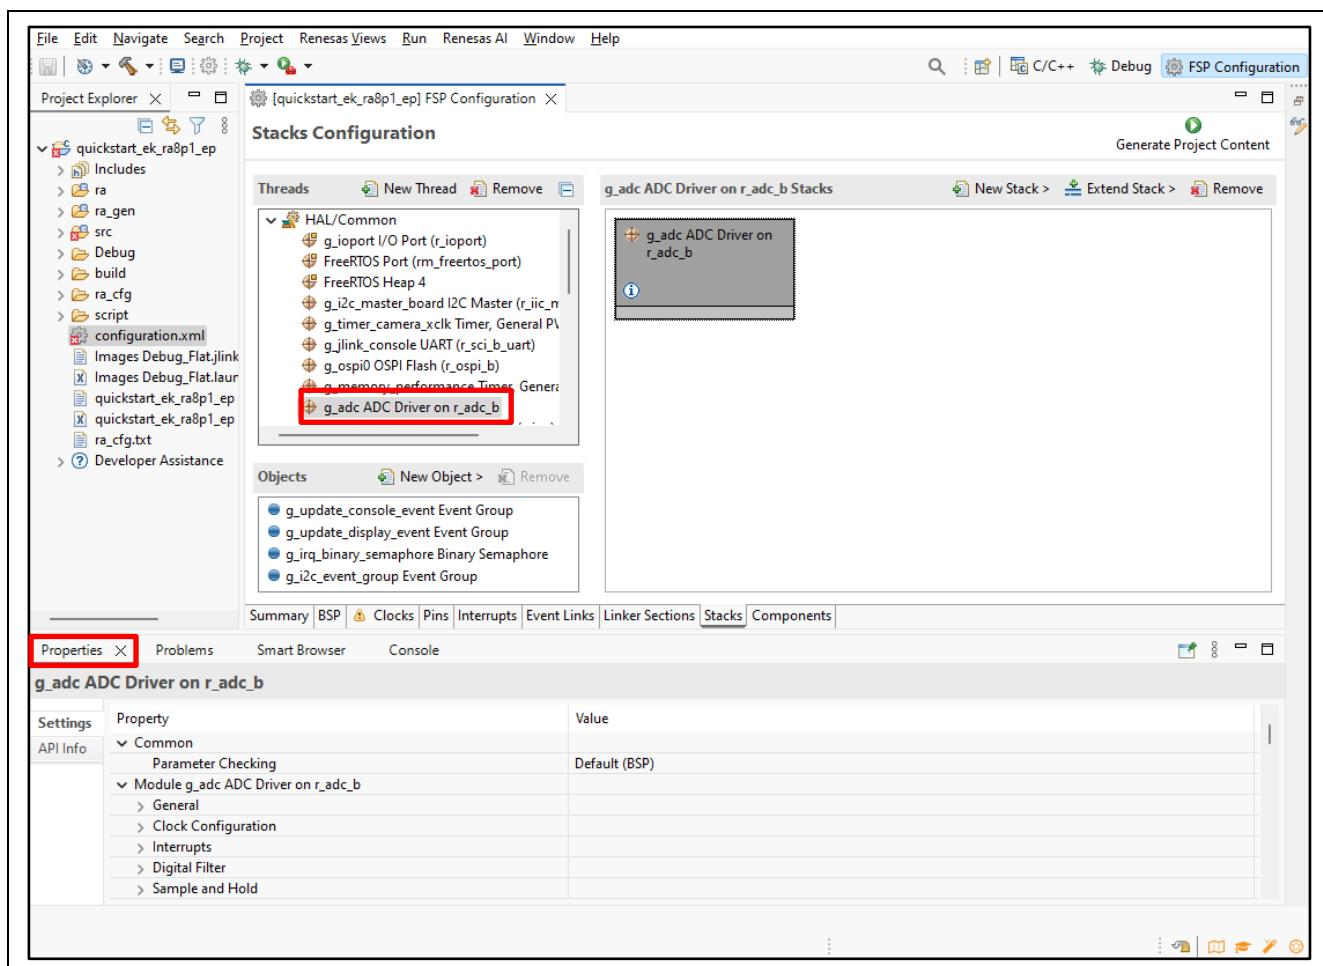

図 32. Configuration 設定の変更
2. たとえば、FSP Configuration ウィンドウの [Stacks] タブで、ユーザはモジュールをクリックして選択し、必要に応じて **Properties** [プロパティ] タブで Configuration 設定を変更できます。図 32 は、ADC ドライバ設定の変更を示しています。